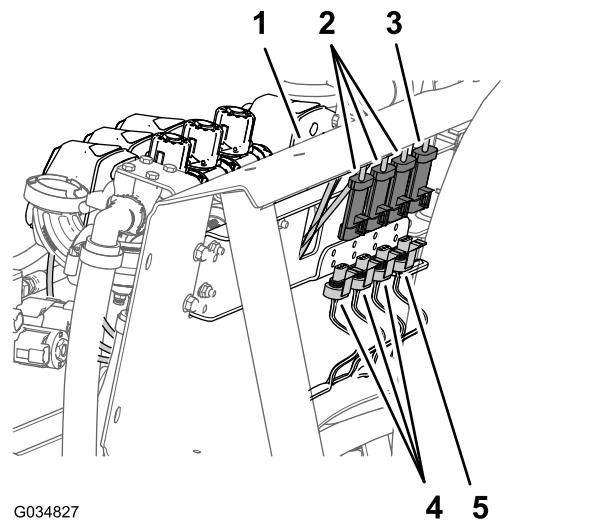

**Figure 13**
2. Débranchez les 6 paires de connecteurs entre les faisceaux avant et arrière, comme montré de la Figure 8 à la Figure 13.